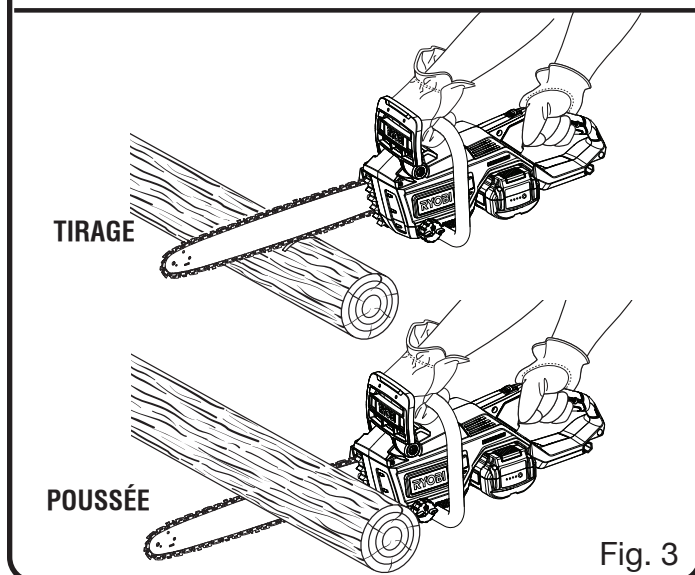

Fig. 3
- Poussée et tirage – La force de réaction s'exerce toujours dans le sens opposé à la rotation de la chaîne, au point de contact avec le bois. Par conséquent, l'opérateur doit être prêt à contrôler la **TIRAGE** lorsque la coupe est effectuée avec le bas du guide et la **POUSSÉE** lorsque la coupe est effectuée avec le haut du guide. Voir la figure 3.